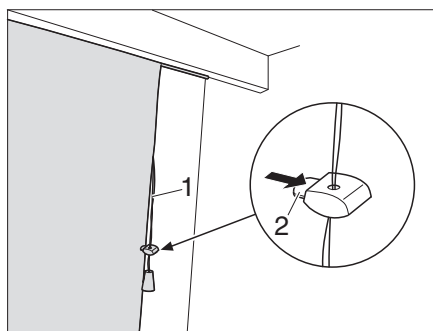

Fig. 88 Persiana plisada
- Tirar de la cuerda (Fig. 88,1) hacia abajo. La persiana es tirada de las bandas hacia arriba y plisada.
- Apretar la pinza (Fig. 88,2) en el soporte y desplazar el soporte a la posición deseada.
- Apretar la pinza (Fig. 88,2) en el soporte.